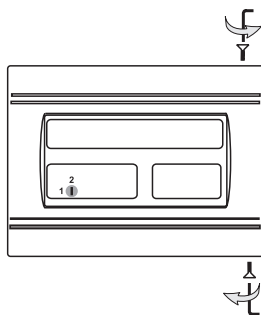

Figura 2.
- Desatornille los dos tornillos - vea la Figura 2. Utilice el instrumento suministrado para este fin con el equipo (herramienta hexagonal No. 2).